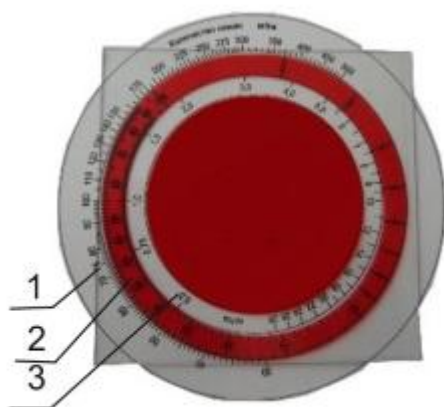

Рис.34
- наружная белая шкала (Рис.34/1) для всех норм высева более 30 кг/га;
- внутренняя белая шкала (Рис.34/2) для всех норм высева менее 30 кг/га;
- цветная шкала (Рис.34/3) с указанием всех положений редуктора от 1 до 100.